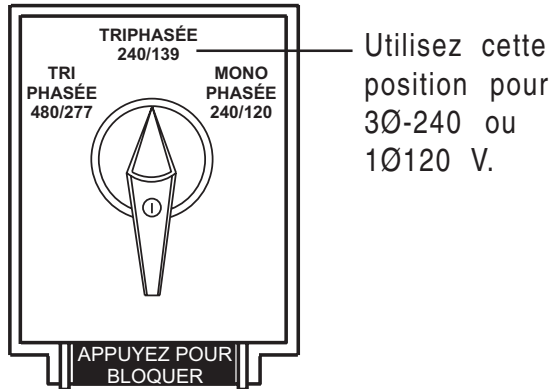

Figure 22. Commutateur de Sélection de la Tension 240/139 V Position Triphasée
1. Placez le commutateur de sélection de tension à la position 3Ø 240/139 comme l'indique la Figure 22.